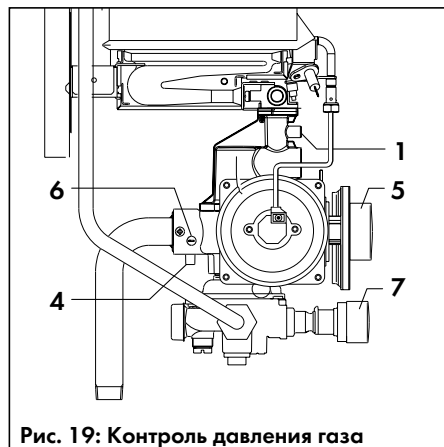

Рис. 19: Контроль давления газа
- Открутите винты (12) и снимите крышку (13) с газовой арматуры (крышка подпружинена).
- Вытащите прокладку корпуса (20), пружину вентиля (17) и клапан вентиля (18).
- Замените клапан вентиля (18) и прокладку корпуса (20) на соответствующие из комплекта для перенастройки и вставьте их вместе с прежней пружинкой (17) в газовую арматуру.
- Установите крышку (13) обратно, крепко затянув её винтами (12).
- Установите трансформатор розжига (22) и отсек элементов питания (24), закрутив винты (21) и (23).
- Установите коллектор (2) с соплами и соберите горелку, обратив внимание на наличие предварительного сопла:
- Подсоедините U-образный манометр к штуцеру для измерения давления газа на соплах (1, рис. 19), вывернув из него винт.
- Подсоедините U-образный манометр к штуцеру для измерения давления газа на соплах (1, рис. 19), вывернув из него винт (рекомендуется U-образный манометр Vaillant № 99-0034).
- Запустите аппарат в работу на максимальной мощности согласно указаниям на стр. 9 и 10 и, вывернув регулятор температуры (7, рис. 19) до упора вправо, откройте возможно больший разбор горячей воды.